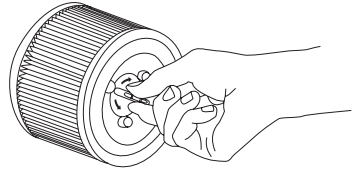

Fig. 16 – Retirando o filtro
2. Retire la película protectora del filtro que envuelve el filtro, Fig. 16;